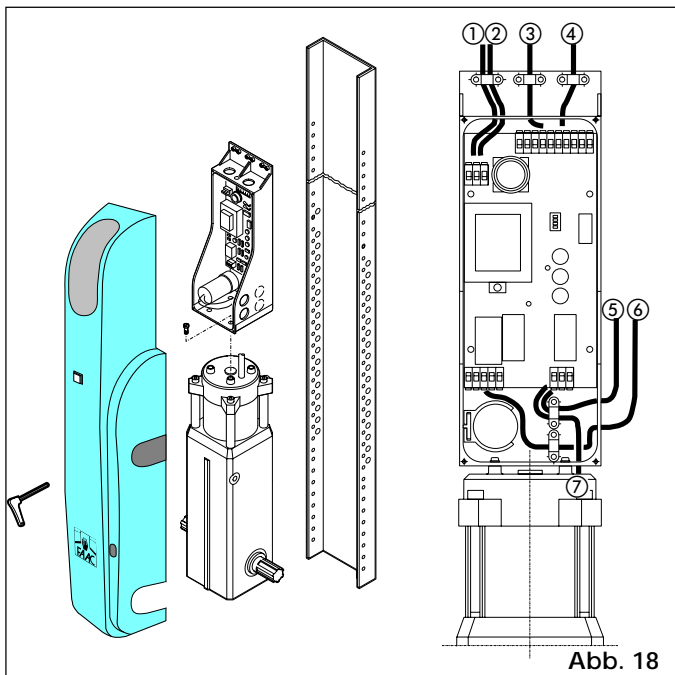

Abb. 18
- mit Drehwelle unten (Abb. 18)